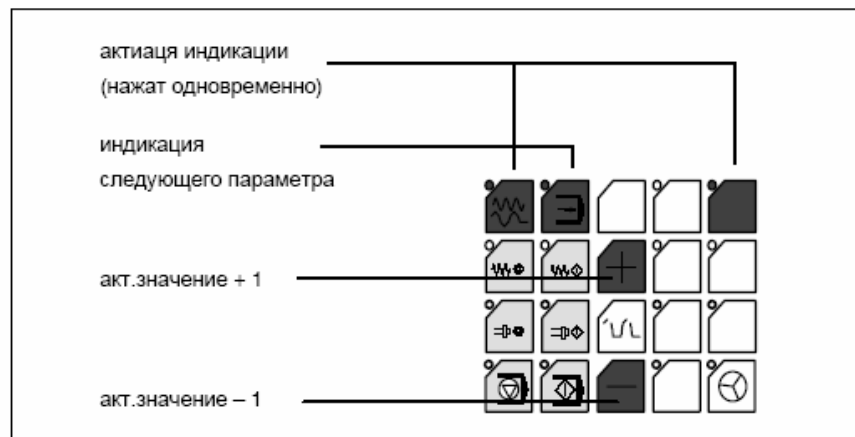

Рис. 5-13 Индикация и изменение параметров цикла GD
Актуальные значения параметров цикла GD РПУ могут устанавливаться или проверяться на дисплее РПУ (см. рис. 5-13).
При индикации на дисплее РПУ сообщения "Waiting for PLC" необходимо одновременно нажать верхнюю правую и левую клавиши на РПУ (см. рис. 5-13). После этого индицируется первый параметр цикла GD.
Значение параметра цикла GD может изменяться с помощью клавиш + или - (см. рис. 5-13) в пределах допустимого диапазона значений.
Посредством второй клавиши слева в верхнем ряду клавиш (см. рис. 5-13) осуществляется переключение на следующий параметр. При переключении на последний параметр цикла GD установленные значения автоматически сохраняются в РПУ (Flash-EPROM).
5. Проверить параметры цикла GD РПУ (см.: рис. 5-13, стр. 5-158).